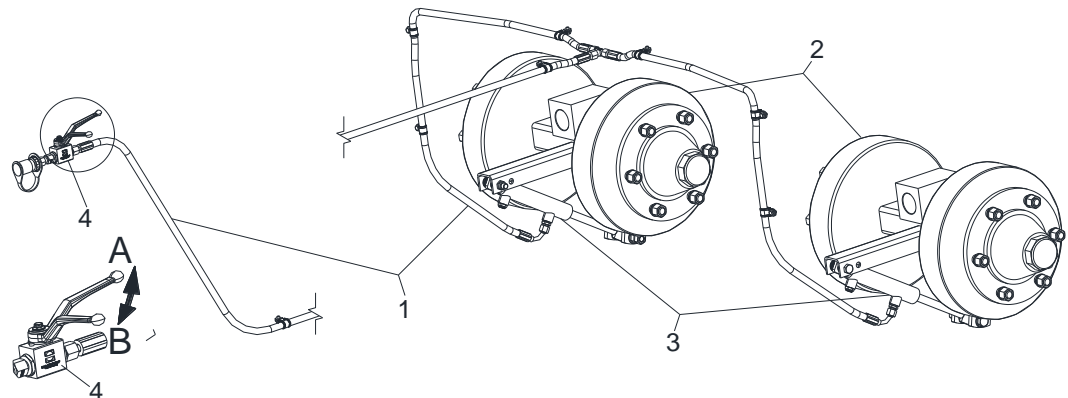

Bild 18 Hydraulische Bremse
- Bremsleitung (Bild 18/1)
- Bremsachse mit Trommelbremse (Bild 18/2)
- Bremszylinder (Bild 18/3).
- Blockkugelhahn (Bild 18/4)